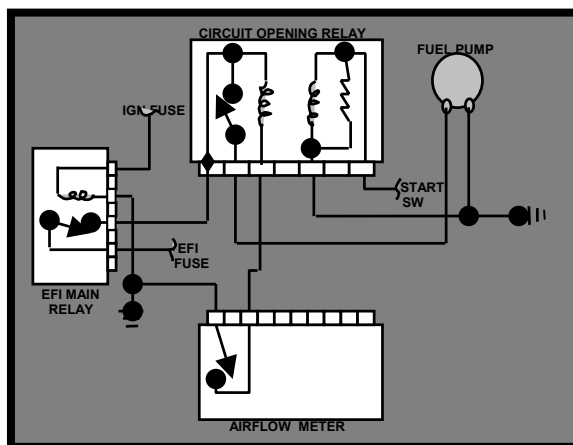

Figura 3.25
A. Circuito de alimentación de combustible con arranque electromecánico: a continuación se presenta el diagrama de conexión de un circuito del sistema de alimentación de combustible (figura 3.25).